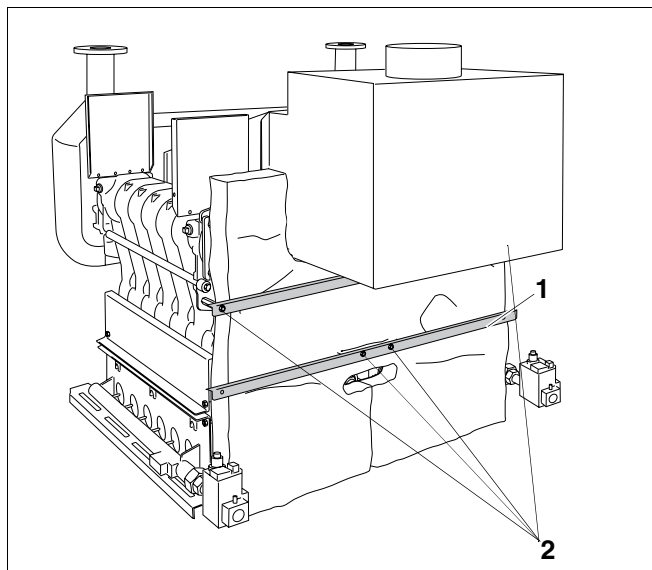
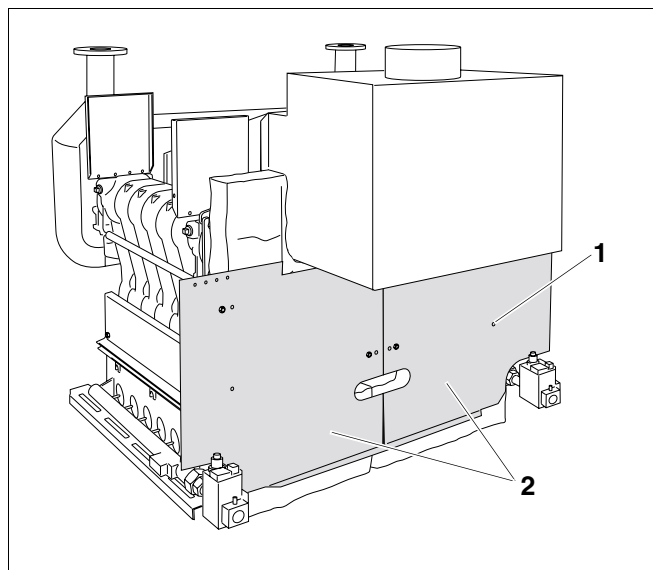

Рис. 47 Крепление задних уголков
Рис. 48 Установка задних стенок
Два задних уголка (рис. 47, поз. 1) находятся в упаковке пакета А.
- Надеть оба задних уголка (рис. 47, поз. 1) отбортовкой вверх на распорные шпильки М8 x 75 (рис. 47, поз. 2).
- Закрепить уголки, накрутив гайки М8 с напрессованной шайбой на распорные шпильки М8 x 75 (рис. 47, поз. 2).
- Надеть задние стенки (рис. 48, **поз. 2**) на распорные шпильки M8 x 75 (рис. 47, **поз. 2**, стр. 42).
- Закрепить задние стенки (рис. 48, **поз. 2**) винтами с плоской головкой 3,9 x 9,5 (рис. 48, **поз. 1** – 4 шт. на стенку) на задних уголках.